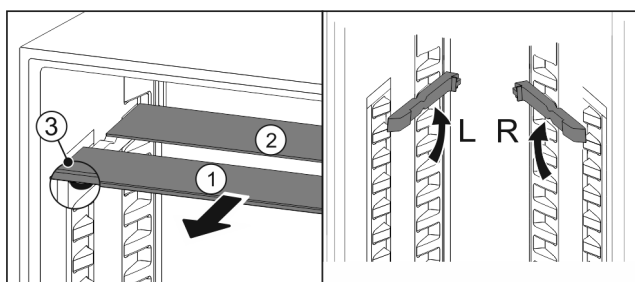

Fig. 114
- ▶ По одной извлеките Fig. 114 (1) стеклянные панели движением вперед.
- ▷ Стеклянная панель Fig. 114 (1) с декоративной планкой лежит спереди.
- ▷ Стопоры Fig. 114 (3) показывают вниз.